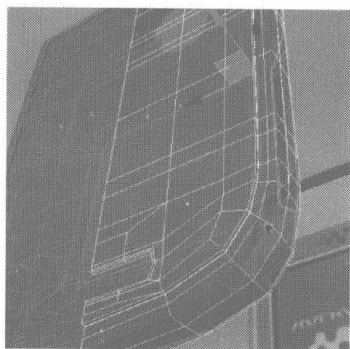
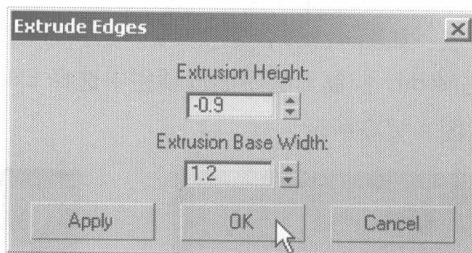

图 4.204
图 4.205
- 30** 选择如图 4.204 所示手机侧面的边线，在 Edit Edges 卷展栏中单击 **Extrude** 右侧的小按钮，在弹出的对话框中设置挤压参数，如图 4.205 所示。